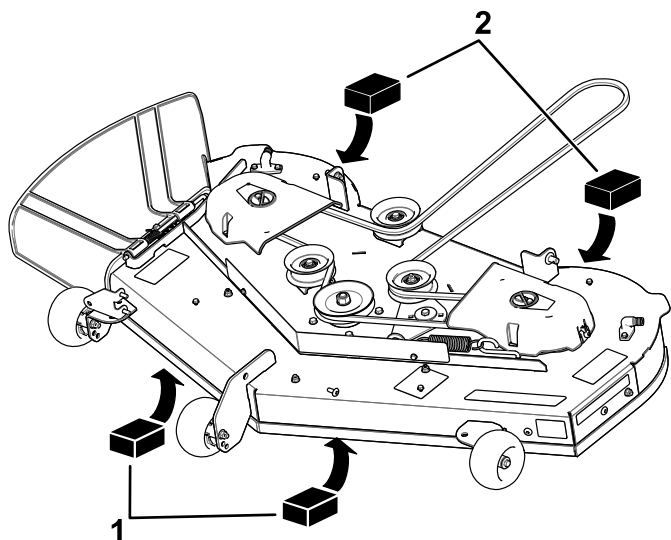

**Figura 68**
4. Coloque 2 bloques de 6,6 cm de grosor debajo de cada lado del borde delantero de la carcasa, pero no debajo de los soportes de los rodillos protectores del césped (Figura 68 o Figura 69)
5. Coloque 2 bloques de 7,3 cm de grosor debajo del borde trasero del faldón de la carcasa de corte, 1 en cada lado de la carcasa de corte (Figura 68 o Figura 69).